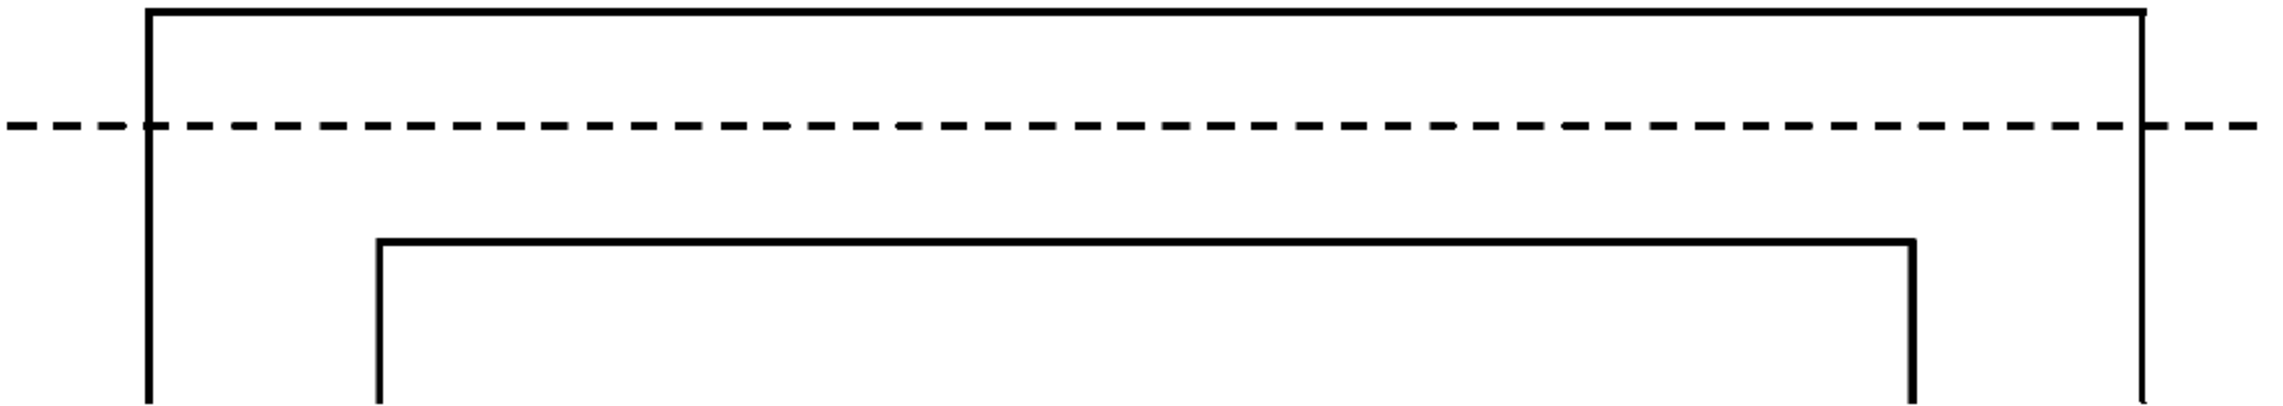

图 9.1.53 绘制辅助线
(26) 绘制辅助线。在绘图界面中，首先按快捷键 R+P，在导入的 CAD 底图中 150mm 内墙的中心处画出一条辅助线，如图 9.1.53 所示。